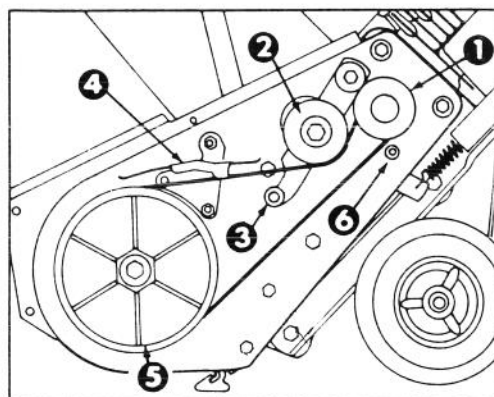

Fig. 14
3. RIMOZIONE DELLA CINGHIA (Fig. 14) — Spingete verso il basso la puleggia tendicinghia per sfilare la cinghia dalla puleggia della coclea, dal gruppo freno e dalla puleggia motrice.
4. MONTAGGIO DELLA CINGHIA (Fig. 14) — Avvolgete la cinghia attorno alla puleggia motrice, sotto la puleggia tendicinghia, sopra